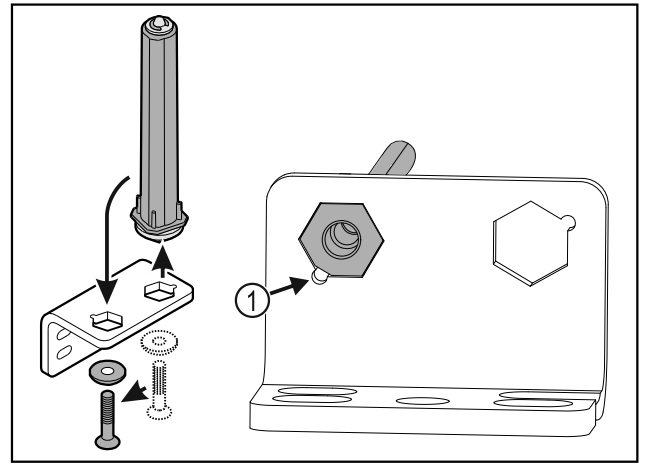

Fig. 25
- Lors de l'insertion de l'axe, veiller à ce que son chanfrein Fig. 25 (1) soit du côté du trou rond.